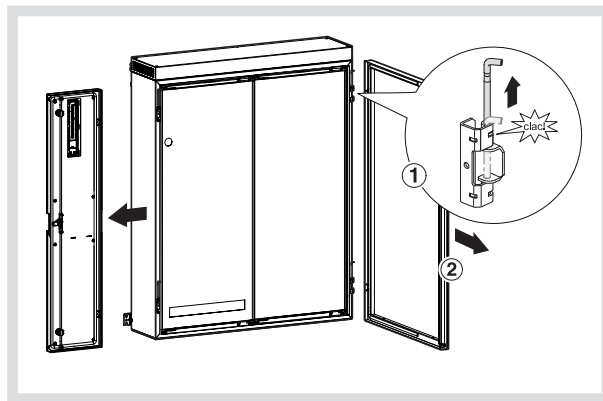

Bild 10: Tür Demontage
- Zum Türausbau die Tür-Splinte hoch schieben. Nach der Installation die Türen wieder einsetzen und durch runter schieben der Tür-Splinte fixieren (Bild 10).